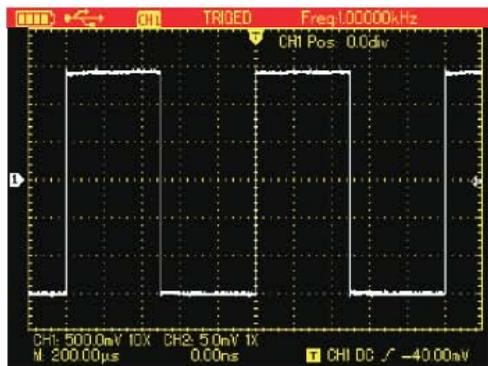

图4-5 本机方波信号
3. 把探头连接到补偿信号发生器输出接口上，按 **AUTO** 按键，几秒钟内，可见到方波显示(1kHz，约3Vpp，峰峰值)，见图4-5。